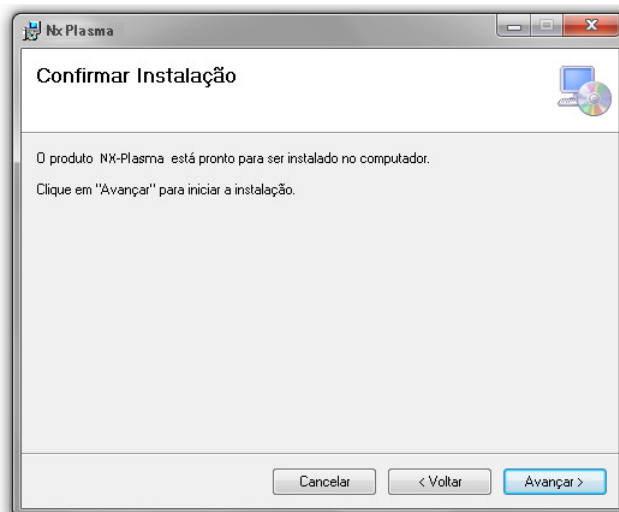

Figura 12
- A seguir pressione novamente o botão de avançar para começar a instalação (Figura 12).